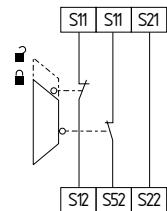

Abb. 11
**Zweikanalige Schutztürüberwachungs-Schaltung mit Verriegelungseinrichtungen nach EN 1088 (siehe Abb. 11)**